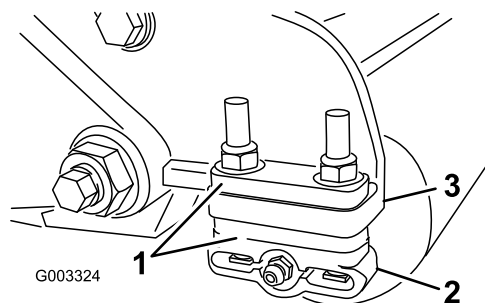

Bild 14
1. Legen Sie die benötigte Anzahl von Distanzstücken unter den Befestigungsflansch der Seitenplatte (Bild 14), um die Halterungen der hinteren Rolle (Bild 14) auf die gewünschte Schnitthöhe einzustellen, siehe Schnitthöhentabelle.